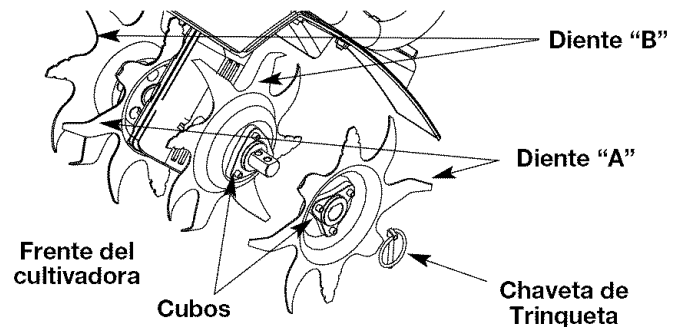

Fig. 11
- Coloque el control de encendido y apagado en la posición de APAGADO (O) y desconecte el cable de la bujía de encendido.
- Saque las presillas del pasador de la horquilla y los pasadores de la horquilla (Fig. 11).